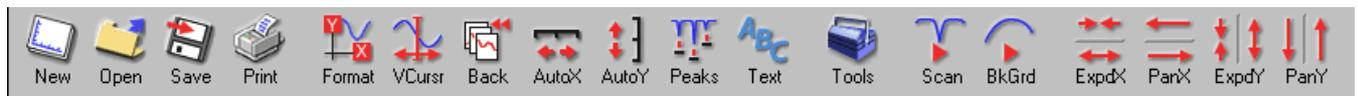
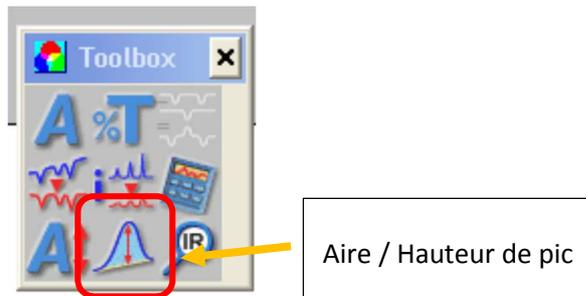
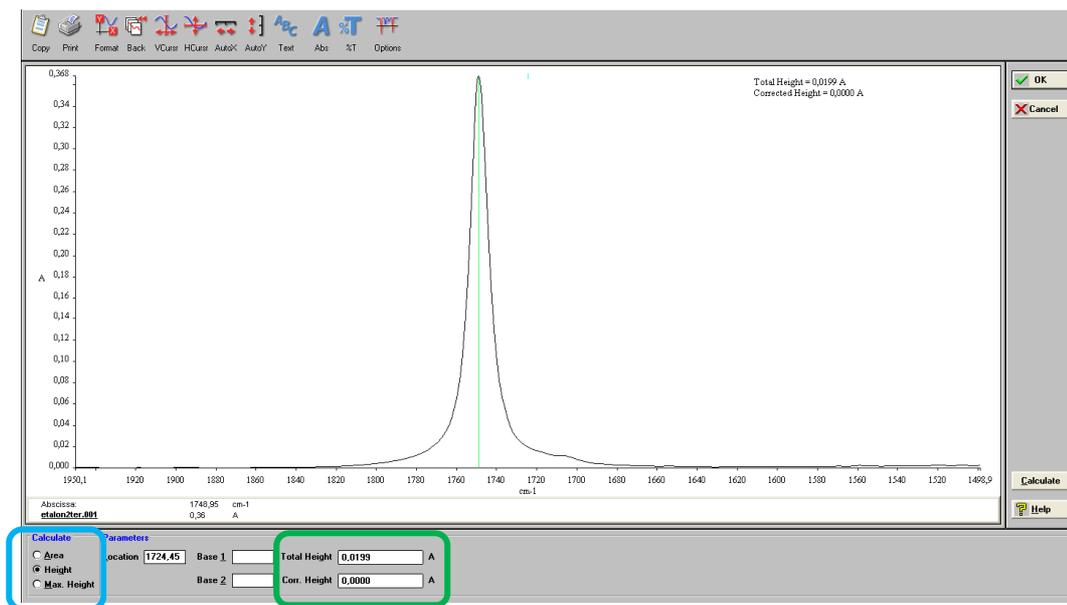

Figure 14 Barre d'outils
Figure 15 Boîte à outils
Figure 16
- Votre spectre s'affichera à l'écran. Cliquer alors sur « Tools » (figure 14), une fenêtre avec des outils supplémentaires s'affichera (figure 15).
- Aller sur Aire / Hauteur de pic (figure 15), une nouvelle fenêtre s'affichera (figure 16).
- Dans « Calculate » (cadre bleu figure 16), choisir « Area » pour aire, il faudra alors intégrer le pic d'absorbance. Choisir « Height » pour la hauteur de pic, ensuite déplacer la ligne verte pour la mettre au niveau du maximum du pic. Le résultat s'affichera alors (cadre vert figure 16).